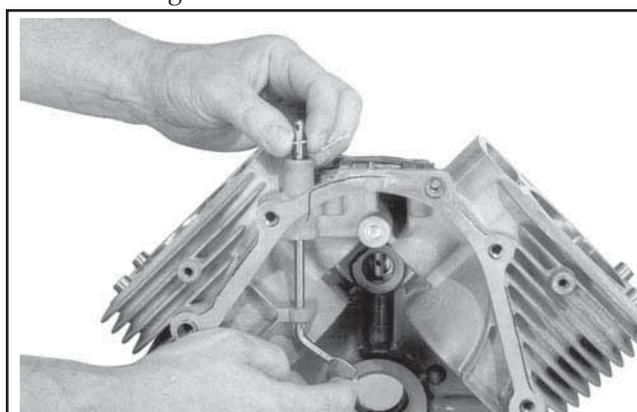

Figure 9-76. Extraction du petit arbre transversal du régulateur.
2. Retirer le petit arbre transversal avec la petite rondelle à travers l'intérieur du carter moteur. Voir la Figure 9-76.